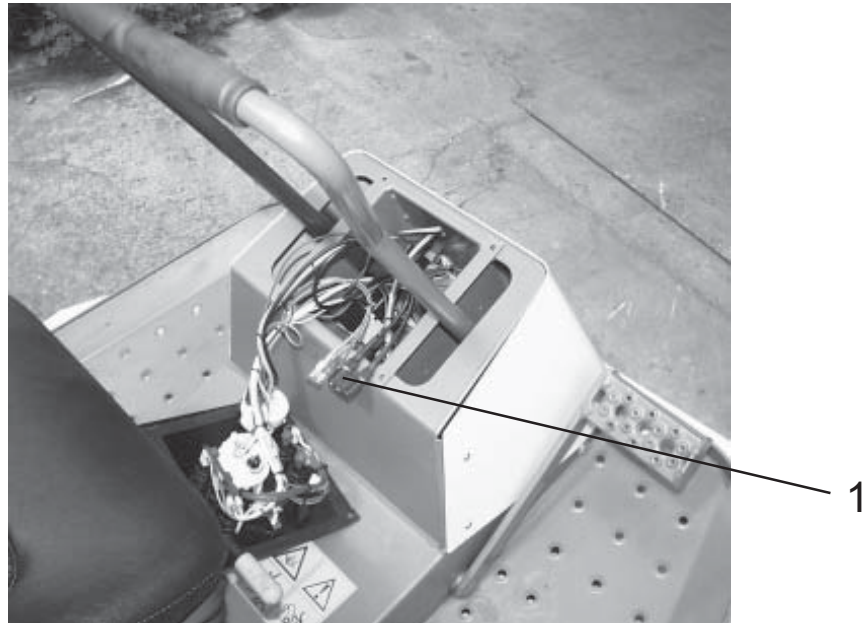

Abb. 5
4.2 Sicherungskasten der Armaturentafel (Abb. 5)